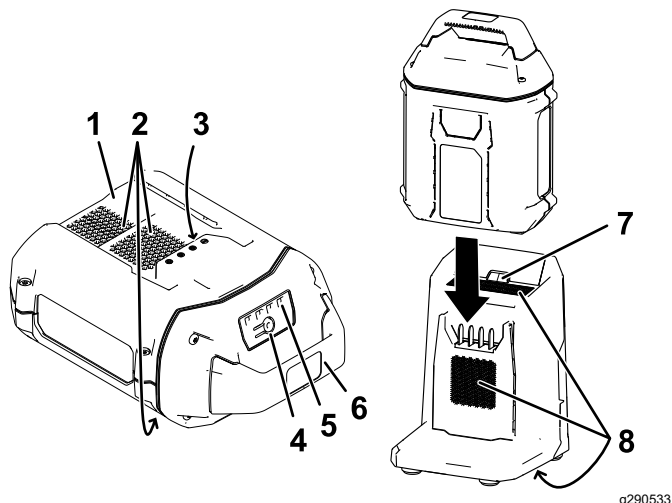

Figure 16
2. Placez le creux de la batterie (Figure 16) devant la languette du chargeur.
3. Insérez la batterie dans le chargeur jusqu'à ce qu'elle soit complètement enclenchée (Figure 16).